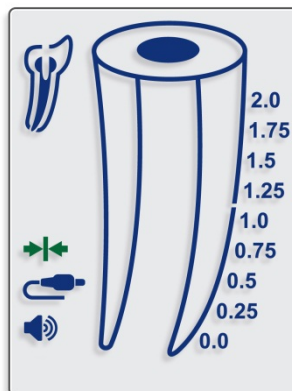

Bild 3
- 7.3.2. När ikonen Anslutning  visas på skärmen är anslutningen korrekt (bild. 3).